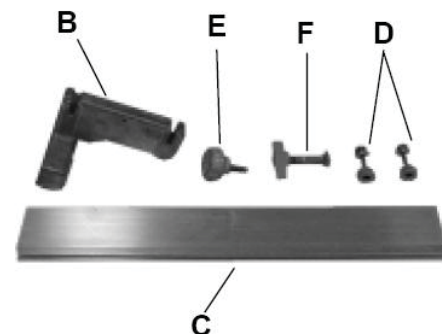

Рис. 6
- Упор для ведення заготовки можна використовувати на будь-якому боці столу, прикріпивши напрямну (C) з будь-якого боку підпори напрямної (B) (Рис. 6).
- Аби скласти упор, болтами M8x50 та пластиковим баранчиком (F) прикріпіть підпору напрямної (B) Рис. 6 до столу пилки.